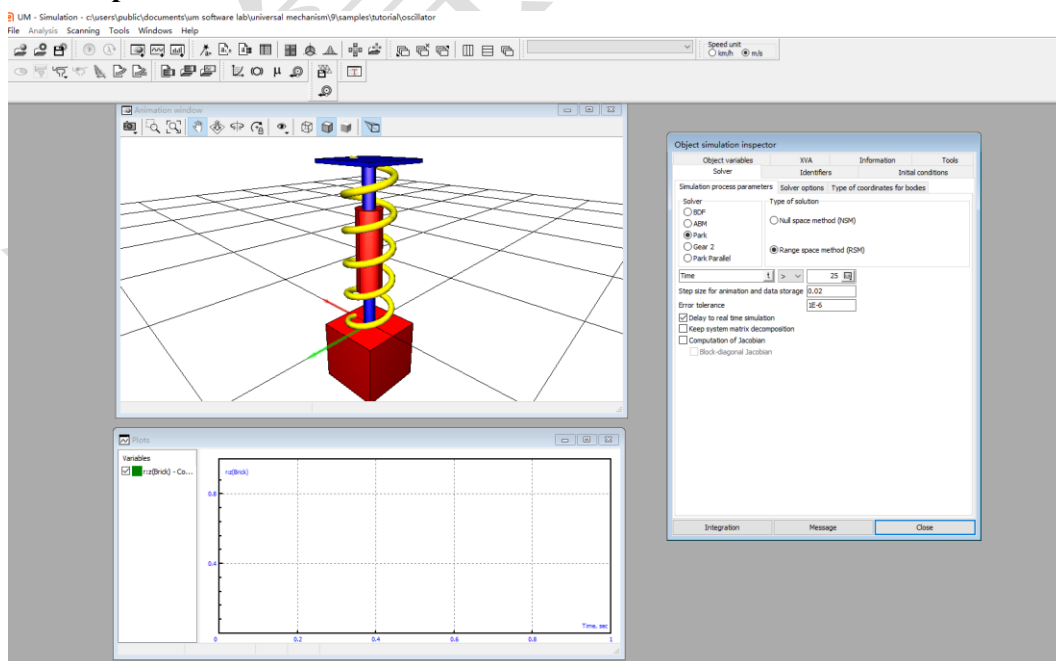

图 2.18 仿真程序界面
6. 仿真程序界面的几个窗口可随意调整大小和位置，如图 2.18 所示。